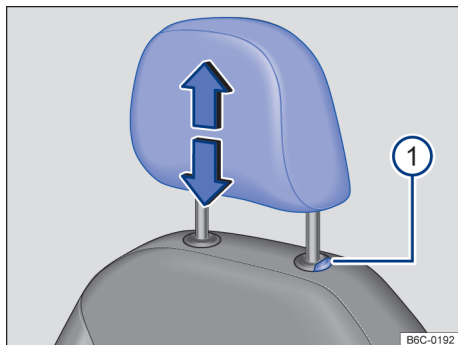

Fig. 69 Apoio para cabeça dianteiro: ajustar.
- Deslocar o apoio para cabeça para cima ou para baixo na direção da seta com o botão → Fig. 69 ❶ pressionado → ▲ em *Introdução ao tema* na página 84.